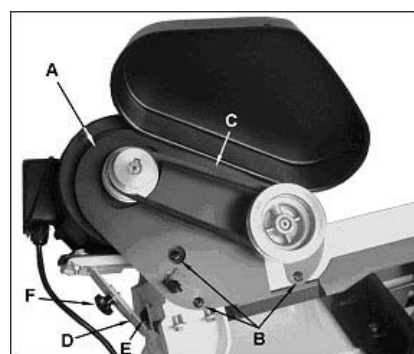

Рис. 10
Установите клиновой ремень (С). Закрепите стяжной хомут (D) шестигранным болтом и шайбой (E) на плече пилы. Соедините два стяжных хомута порталным болтом, шайбой и гайкой (F). Слегка натяните ремень. Установите упорную штангу (А, рис. 10) на станине станка с помощью стопорного винта (В, рис 10).